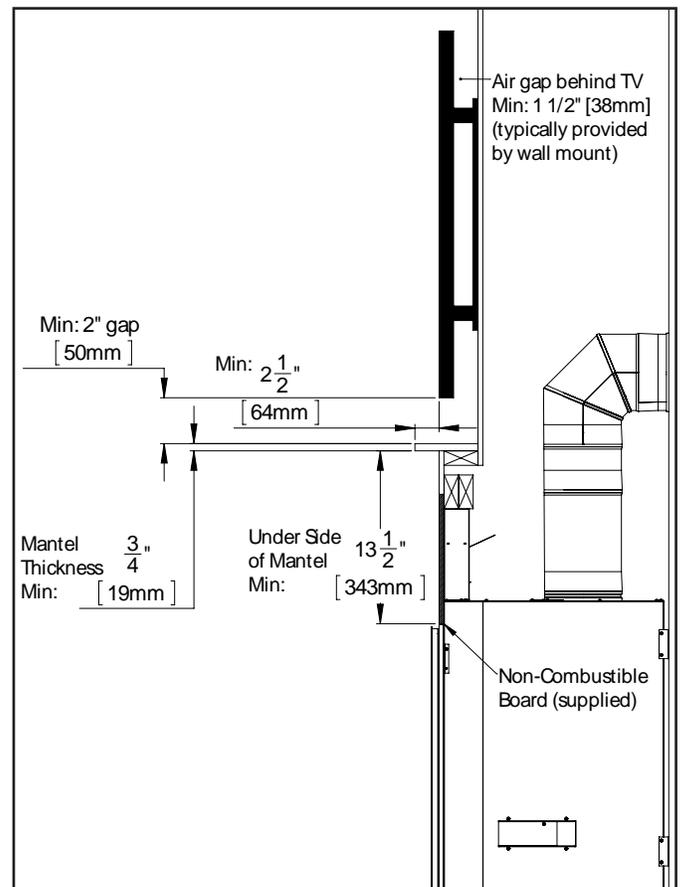

Figure 55. Installation Minimale de la Télévision Encastrée
**Installation en retrait:** Toujours maintenir les dégagements minimaux (voir Figure 55). La profondeur totale du téléviseur et de la fixation murale, ainsi que la profondeur du renforcement, détermineront le minimum, qu'une cheminée soit recommandée ou non. Un manteau peut ne pas être nécessaire si le téléviseur et le support sont assez discrets.